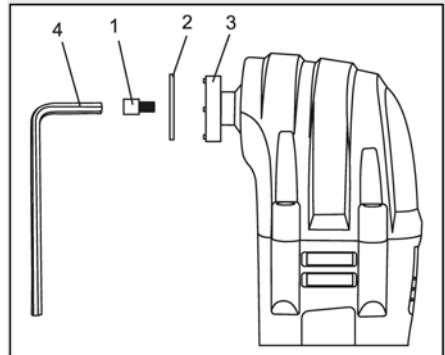

Рис.1
Открутите винт (2, Рис.1) при помощи шестигранного ключа 5мм (3, Рис.1).
- Снимите винт и шайбу (2, Рис.1).
ПРИМЕЧАНИЕ. Для насадок с «открытым» посадочным хвостовиком (Рис.1а) целиком выкручивать винт необязательно. Насадку можно вставить между шайбой и патроном инструмента.
Рис.1а
Рис.1б